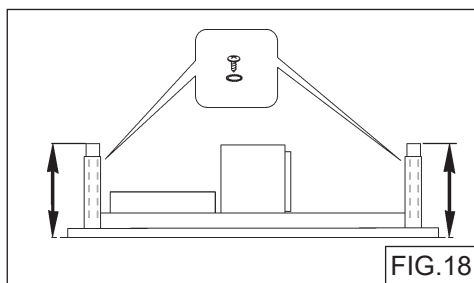

FIG.18
2. Ajustez la hauteur des cadres de soutien télescopiques et serrures a les vis et rondelles (Fig. 18).